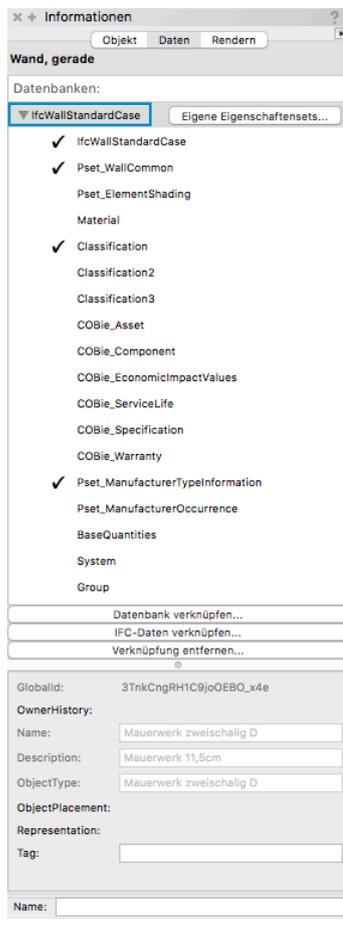

BILD 7
2. Klicken Sie auf den Reiter „Daten“ der Infopalette. Der zugewiesene IFC-Objekttyp wird oben in der Infopalette angezeigt (BILD 7). Alle Vorgabe-Eigenschaftensets für den IFC-Objekttyp werden darunter angezeigt. Verwendete Eigenschaftensets erkennen Sie am Häkchen links neben dem Namen des Eigenschaftensets.
Der Befehl **IFC-Zonen, Systeme und Gruppen** verknüpft IFC-Daten mit den definierten Zonen in der aktuellen Datei. Dies bedeutet, dass in der Datei bereits Zonen existieren müssen. Zonen werden im Einstellungs-Dialogfenster des Werkzeugs **Raum** (Bereich „Nutzung“) angelegt, wenn Sie einem Raum-Objekt zugewiesen werden (siehe **BILD 7**). Sie können auch mehrere Räume in der Zeichnung aktivieren und auf den Knopf „Zone zuweisen“ in der Infopalette klicken (siehe **BILD 8**). Sobald eine Zone einem Raum zugewiesen ist, wird diese automatisch als IFC-Objekt „IfcZone“ definiert und im entsprechenden Feld für die Zonenanzuweisung des Raum-Objekts exportiert. Diese IFC-Daten können angepasst oder mit zusätzlichen Informationen und Eigenschaftensets versehen werden..